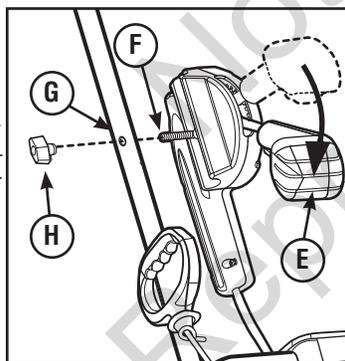

Figure 6
1. Faire pivoter la levier de commande (E, Figure 6) à la position plein/marche avant atteler à la poignée.
2. Depuis l'intérieur de l'appareil, insérez le boulon (F) de la commande à distance de la goulotte dans le trou (G) et attachez avec l'écrou à ailettes (H).